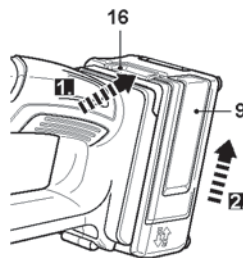

Fig. 9
- > Pour démonter la batterie, appuyez sur le bouton de déverrouillage [16] situé sur la batterie [9], puis enlevez-la (Fig. 9).